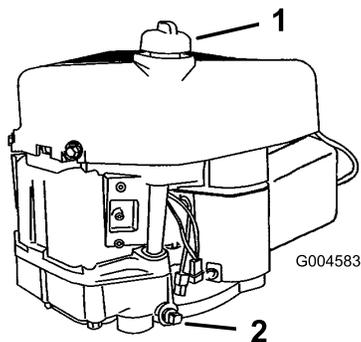

Bild 20
11. Gießen Sie ca. 80 % der angegebenen Ölmenge langsam in den Einfüllstutzen (Bild 20). Prüfen Sie den Ölstand; siehe „Prüfen des Ölstands“.